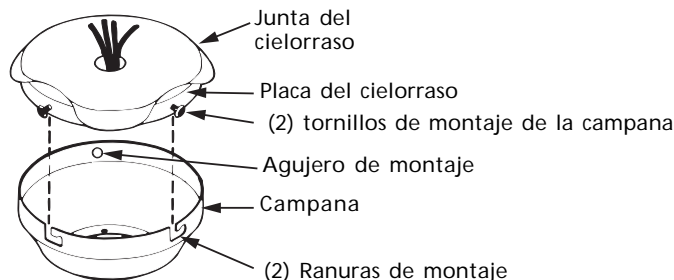

Figura 6a - Como acoplar la campana a la placa del cielorraso.
2. Alinear las ranuras de montaje en la campana con los tornillos de montaje en la placa del cielorraso. Levantar la campana y la pieza inserta en la campana al lugar donde ha de ir para que la junta del cielorraso cubra la parte superior de la campana, tal como se demuestra en la Figura 6a. Girar la campana hasta que se encaje en los tornillos de montaje.